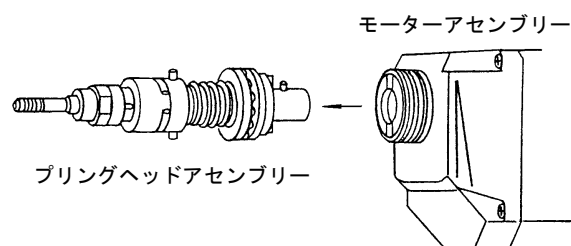

図6-9
- ② プリングヘッドアセンブリーをモーターアセンブリーから引き抜いて外してください。(図6-9)